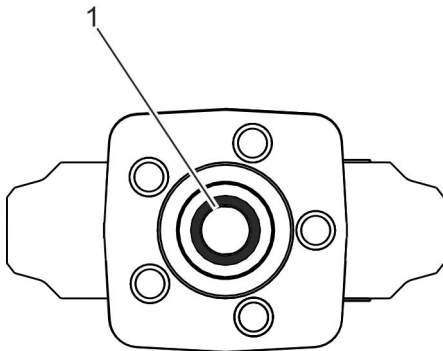

Abb. 13: Dichtring entfernen
6. ➔ Dichtring (Abb. 13/1) aus dem Gehäuse entfernen.